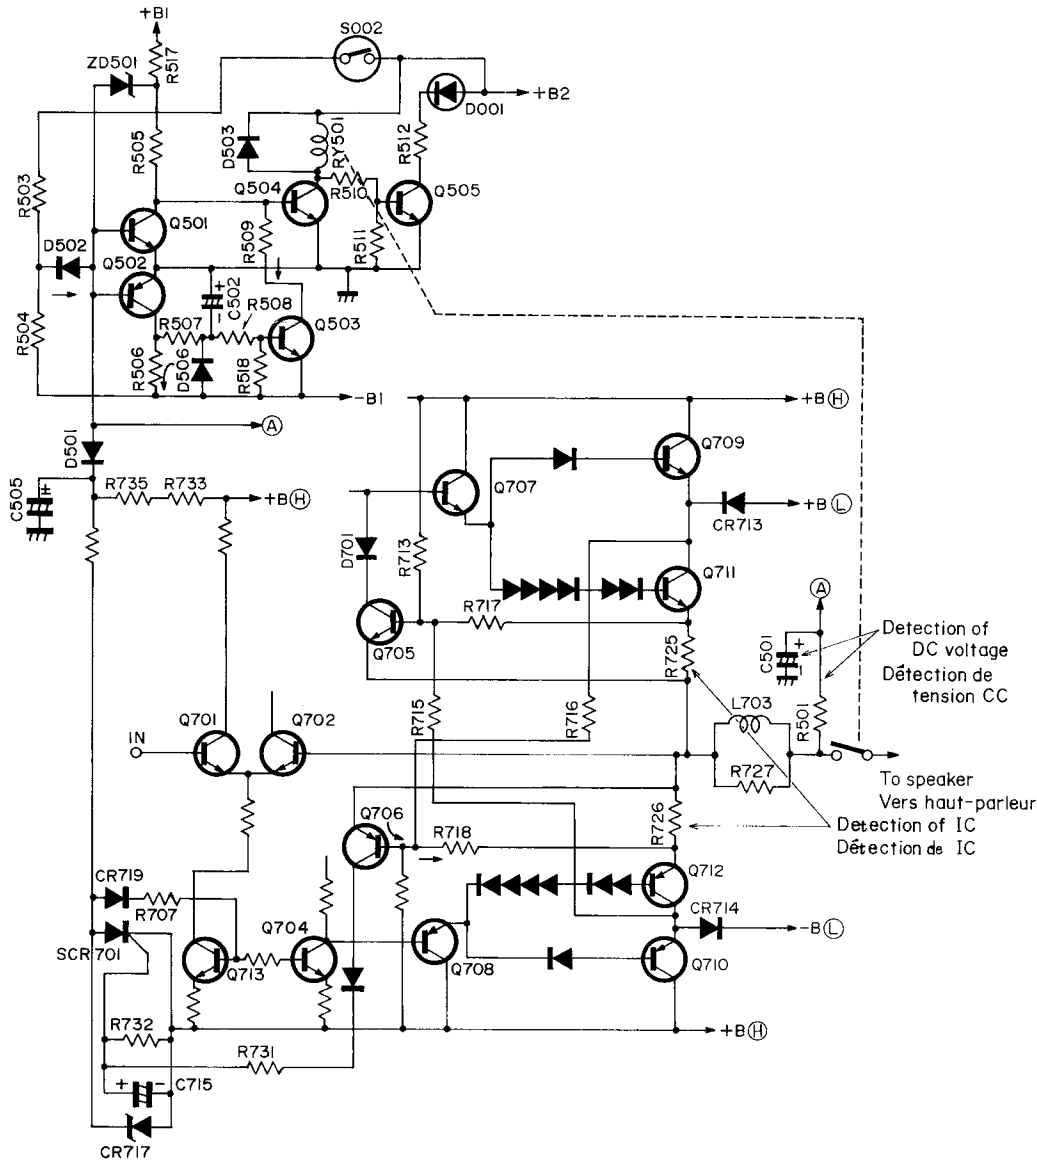

Fig. 6
In Fig. 6, when the power switch is turned on, C502 is charged slowly through R507 and R506.
When this voltage exceeds 0.6V, Q706 is turned on and the thyristor SCR701 becomes conductive. This operation turns Q701 and Q702 off and main amplifier circuit does not operate. For protection of Q709 and Q711, I_c is detected by R725, and V_{CE} is divided by R717 and R715; both are impressed between B - E of Q705. When this voltage exceeds 0.6V, Q705 turns on, and the current flowing to Q709 and Q711 is limited. (Fig. 6)
At the same time, the protection lamp lights up. When the heat-sink gets cool, the thermal switch turns ON to operate as in (1) and speaker relay turns ON. (Fig. 6)
(4) DC voltage detection circuit (speaker protection)
When the DC voltage may appear at the speaker terminals during a malfunction, it may make speaker in trouble. To prevent this, the DC components in the output terminals are detected by the filter circuit of Q501 and C501; when it is (+) voltage, Q501 is turned on, Q504 is turned off, and the speaker circuit is cut off by the relay; when it is (-) voltage, Q504 turns off by turning Q502, Q503 on and the relay is also operated. Incidentally, this protection circuit is reset automatically when the DC voltage disappears. When the input terminals are touched by something or when some ultra low-frequency noise enters, speaker inputs are cut off temporarily but they reset automatically. (Fig. 6)
Sur la Fig. 6, C502 est lentement chargée par R507 et R506 quand la tension est appliquée à l'appareil. Ceci a pour effet de produire une tension entre B - E de Q503 et mettre Q503 en fonction quand Q504 est mis hors fonction. Quand C502 est entièrement chargée, Q503 est mis à l'arrêt et Q504 mis en fonction dans le circuit de haut-parleur par le relais.
fonction et le thyristor SCR701 devient conducteur. Cette opération permet de mettre Q701 et Q702 hors fonction tandis que le circuit d'amplificateur principal n'est pas mis en fonction. Pour la protection de Q709 et Q711, I_c est détectée par R725 et V_{CE} est divisée par R717 et R715: les deux tensions sont appliquées entre B - E de Q705. Quand la tension excède 0,6V, Q705 est mis en fonction et le courant qui passe par Q709 et Q711 est limité. (Fig. 6)
Q502 est mis en fonction quand D502 et D503 sont en fonction, Q504 s'arrête et le relais est mis au repos. Au même instant, le témoin de protection s'allume. Quand la plaque de refroidissement a refroidi, le contacteur thermique se met en fonction pour actionner les mêmes éléments qu'en (1) ce qui actionne également le relais de haut-parleurs. (Fig. 6)
(4) Circuit de détection de tension à courant continu (protection de haut-parleur)
Quand une tension à courant continu apparaît aux bornes de haut-parleur quand le fonctionnement est anormal, les haut-parleurs risquent d'être endommagés. Pour éviter que cela se produise, les composants à courant continu des bornes de sortie sont détectés par le circuit de filtrage de R501 et C501; quand la tension est positive, Q501 est mis en fonction, Q504 est mis hors fonction et le circuit de haut-parleur est mis hors fonction par l'intermédiaire du relais. Quand la tension est négative, Q504 est mis hors fonction en mettant Q502 et Q503 en fonction tandis que le relais est commandé. Par conséquent, ce circuit de protection est automatiquement réenclenché quand la tension à courant continu disparaît. Quand des bornes d'entrée sont touchées par un objet ou que des bruits à très basses fréquences y sont présents, les entrées du haut-parleur sont provisoirement coupées mais sont automatiquement rétablies. (Fig. 6)